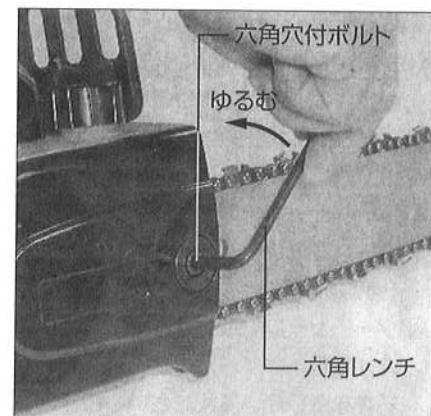

図2
- ①六角レンチ(付属品)は本体の把手手下に収納しておりますので、取りはずしてください。
- ②六角穴付ボルトを、六角レンチで回して少しうるめてください。(図2参照)
- ③ドライバー(付属品)でガイドカバー調整ネジを回し、ソーチェーンの張りを調整してください。